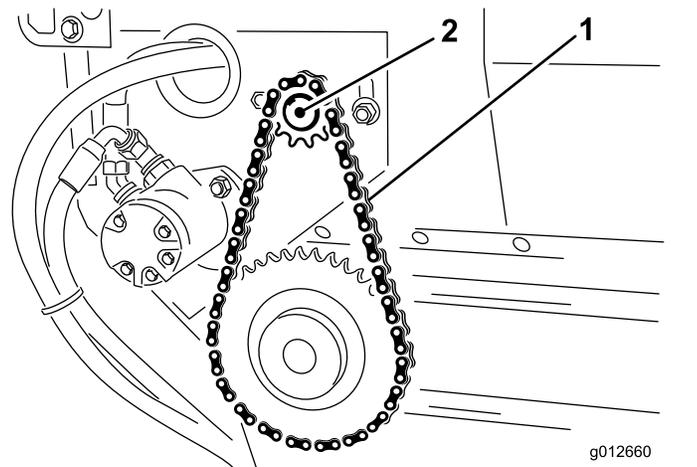

Figure 18
3. Desserrez les boulons et écrous qui fixent l'ensemble moteur et pignon au cadre principal (Figure 18).
4. Faites tourner moteur et le pignon (Figure 18) jusqu'à ce que la chaîne de la bande transporteuse présente une flèche de 3,2 mm ($\frac{1}{8}$ po).
5. Serrez les boulons de montage (Figure 18).